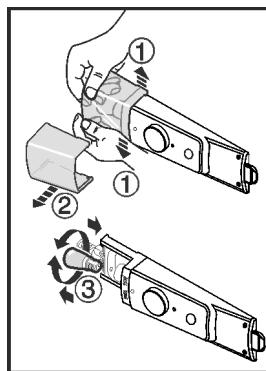

Fig. 14
- Kryt lampy podľa obrázka, vo vnútri, v prednej oblasti roztlačte Fig. 14 (1) a kryt stiahnite nabok Fig. 14 (2).
- Vymeňte žiarovku. Fig. 14 (3)